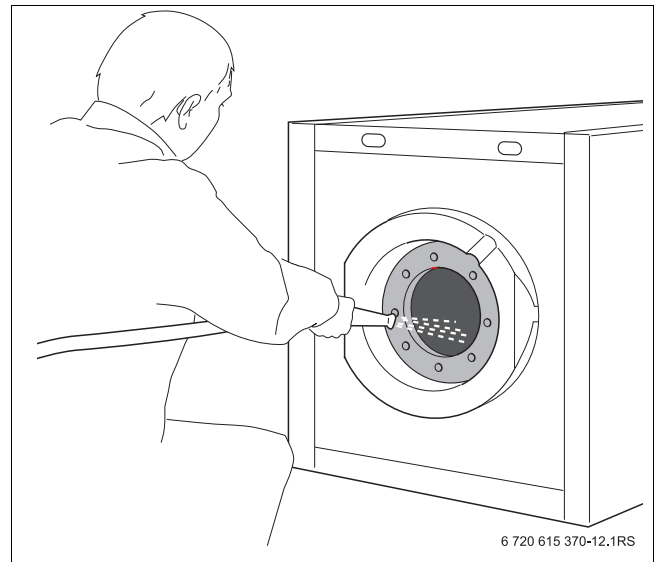

Bild 14 Speicher-Wassererwärmer ausspritzen
- Innenraum des Speicher-Wassererwärmers mit einem „scharfen“ Kaltwasserstrahl (ca. 4 – 5 bar Überdruck) ausspritzen (→ Bild 14).